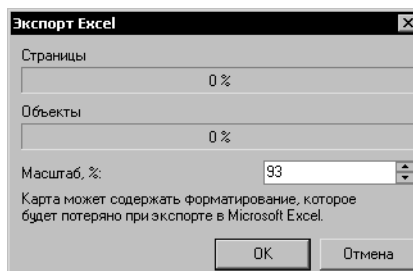

Рис. 12.12. Экспорт файла в \*.xls
2. В открывшемся окне **Экспорт в Excel** оставьте значение масштаба «по умолчанию» равным «93%» и нажмите кнопку **OK** (рис. 12.12).